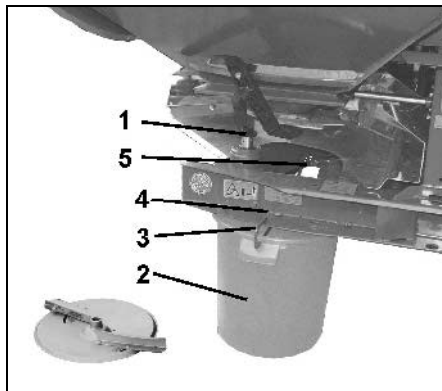

Fig. 24
- Lossa skruven (Fig. 24/1) för den vänstra spridartallriken och ta av tallriken.
- Mättråget (Fig. 24/2) hängs upp med bygeln (Fig. 24/3) i spåren i ramen (Fig. 24/4 och Fig. 24/5).